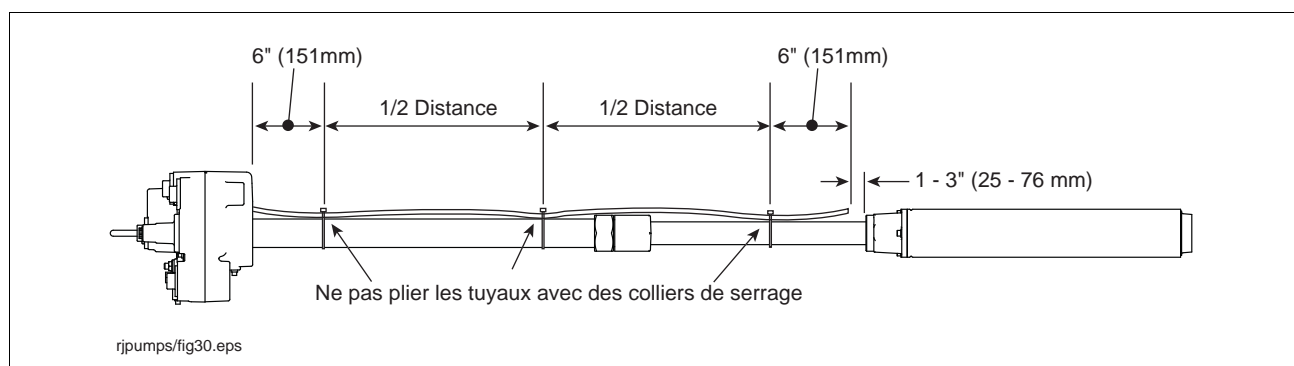

Figure 13. Fixer la conduite de retour à la pompe
9. Bloquer la tuyauterie de retour du siphon sur la colonne avec des colliers de serrage. Disposer les colliers de serrage à environ 6 pouces (152 mm) du collecteur, 6 pouces de la tête de refoulement et au milieu de la tuyauterie (voir Figure 13).